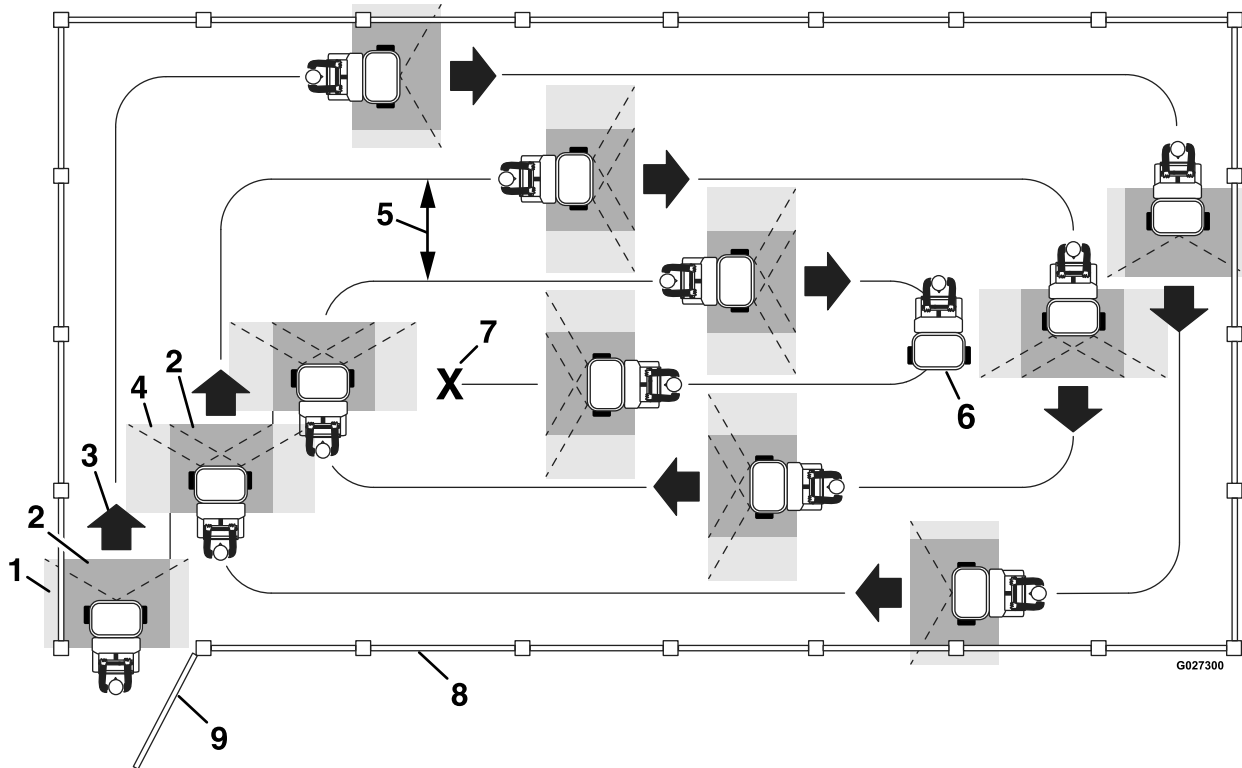

Figure 55
- N'empiétez pas sur la zone de pulvérisation effective que vous avez pulvérisée précédemment (voir Figure 55).